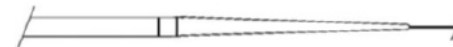

Figura 7: Alinhamento da bainha e da ponta
5. Verifique a extremidade proximal do sistema de Liberação, para garantir que a ponta do sistema esteja alinhada corretamente com a bainha externa. Se a ponta e a bainha do sistema de Liberação não estiverem alinhadas corretamente, conforme mostrado na Figura 7, o dispositivo não deve ser usado.
18. Verifique a extremidade proximal do sistema de liberação, para garantir que a ponta do sistema está apoiada corretamente na bainha externa. Se não estiver apoiada corretamente, conforme mostrado na Figura 7, o dispositivo não deve ser usado.